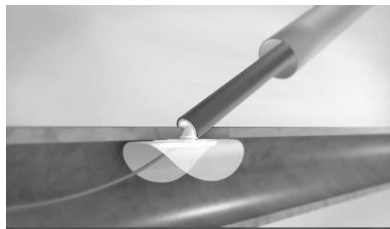

Figure 13. Position de la tamponnade, implant juxtaposé à l'artériotomie
- b. Continuer à retirer le dispositif d'une graduation et demie (soient trois graduations et demie au total). À ce stade, une légère résistance tactile pourra être ressentie. Elle correspond à l'ancrage de l'implant contre la lumière interne de la paroi artérielle. Il s'agit là de la position de tamponnade. L'implant contrôle désormais les saignements provenant de l'artériotomie. Figure 13.